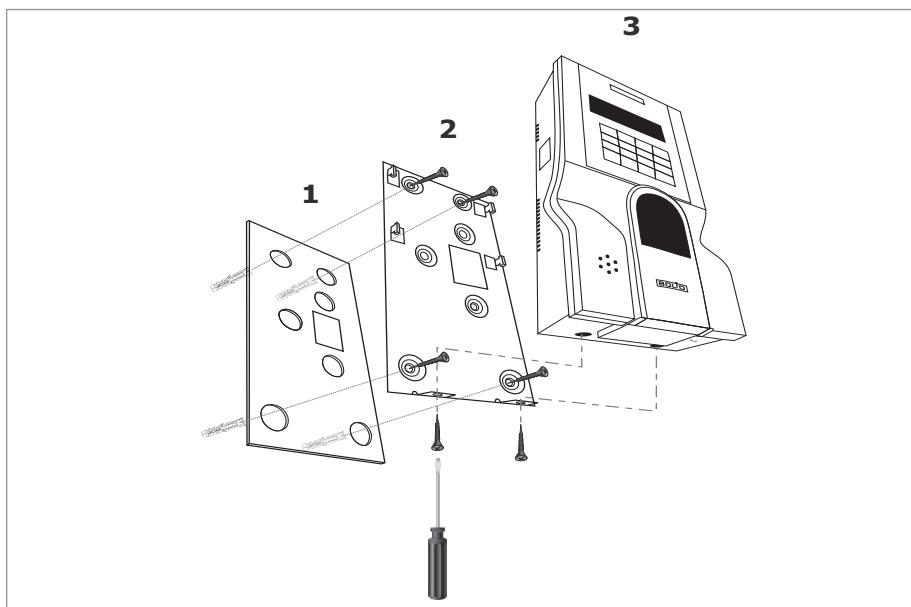

Рисунок 9.
5. Установите в отверстия дюбеля и закрепите шурупами кронштейн контроллера, подложив под него резиновую прокладку (см. рис. 9, 10).